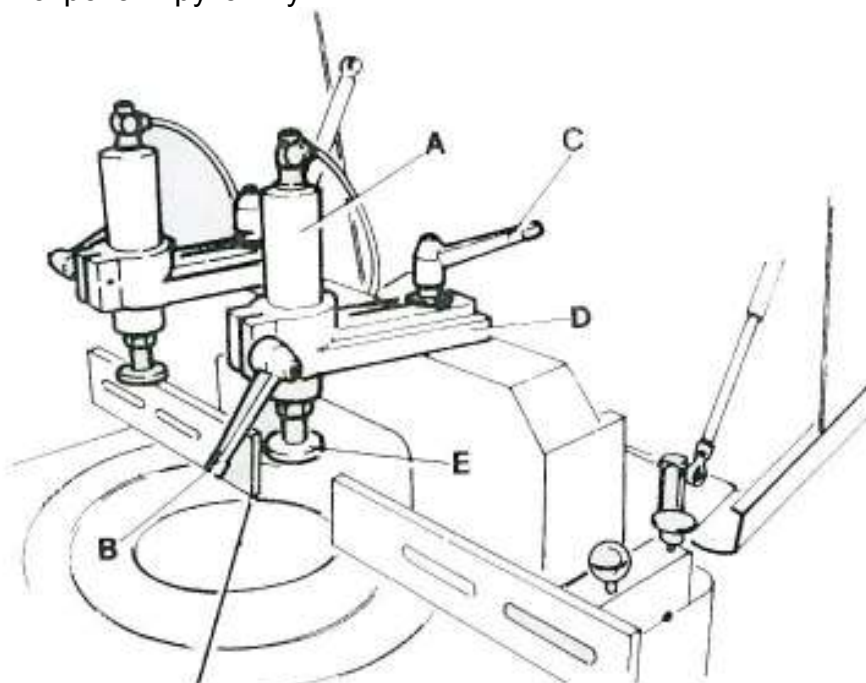

Рис. 5
### 5.2 Настройка запорного цилиндра (Рис. 5)
• На рис. 5: А – ограждение, В – магнитный выключатель, С – магнит. Во время работы станка ограждение должно быть закрыто. При открытии ограждения срабатывает магнитный выключатель и станок останавливается.